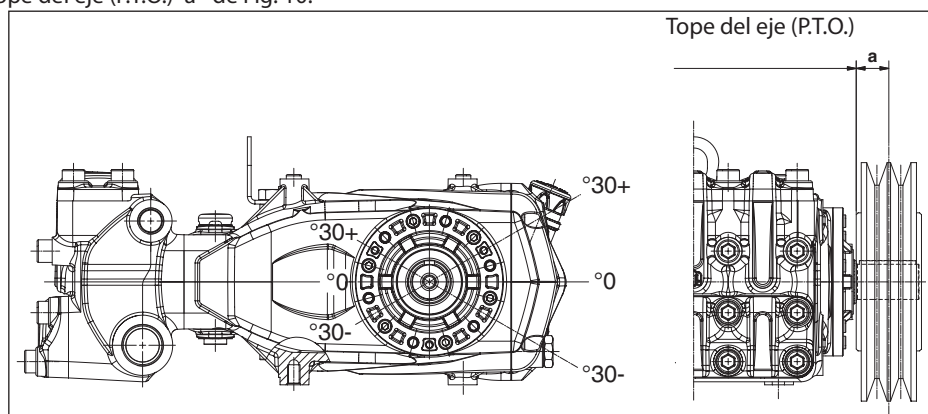

Fig. 10
La carga radial sobre el eje no debe ser superior a 4500 N (valor necesario para definir el Layout). La transmisión es considerada adecuada si tal carga es aplicada a una distancia máxima $a = 50$ mm del tope del eje (P.T.O) como se indica en la Fig. 10.
- b) Utilizar correas de alto rendimiento – por ejemplo **XPB** en lugar de **SPB** – ya que resultará necesario una cantidad inferior de correas en paridad de potencia transmitida y una consecuente distancia inferior de la resultante con respecto al tope del eje (P.T.O.) “a” de Fig. 10.
- e) Seguir la dirección del tiro de la correa como se indica en la Fig. 10 para exigencias diferentes ponerse en contacto con la **Oficina Técnica** o el **Servicio de Asistencia al Cliente**.